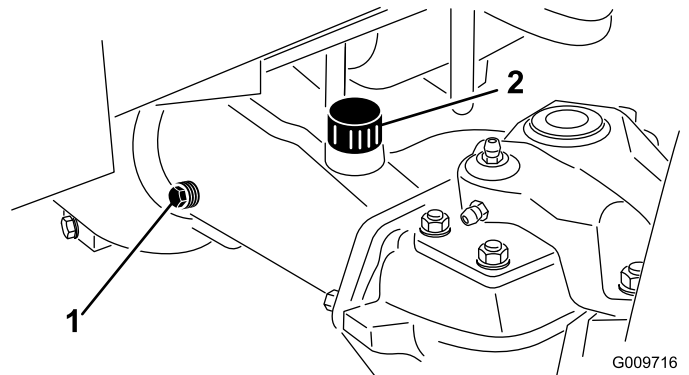

図 69
2. アクスルの一方の端部から点検用プラグ 図 69 を抜き、穴の高さまでオイルがあることを確認する。量が不足している場合は、給油プラグ 図 69 をはずして補給する。